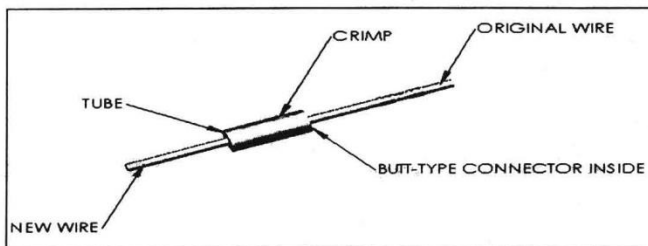

FIG. 3
4. INSERT THE ORIGINAL WIRE INTO BUTT-TYPE CONNECTOR AND CRIMP TIGHTLY. (SEE FIG 3)